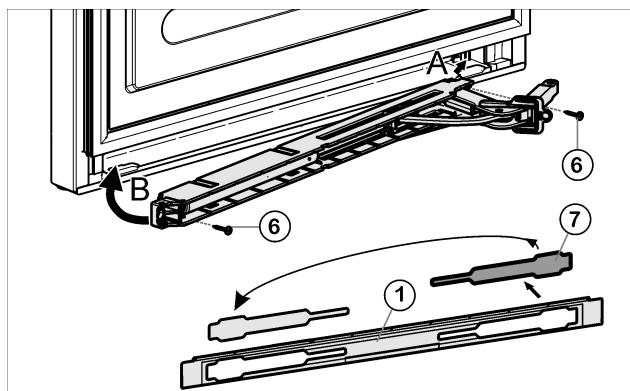

Fig. 10
- Освободите крышку Fig. 10 (7) из накладки Fig. 10 (1) и снова установите её на другой стороне.
- Зацепите (A) и поверните (B) узел амортизатора закрывания дверцы шарниром в сторону шарнира.
- Прикрутите (2 шт. Torx® 15) Fig. 10 (6)узел амортизатора закрывания дверцы.